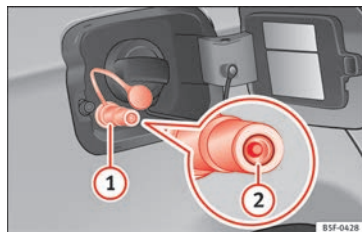

Fig. 173 Tampa do depósito aberta: bocal de enchimento de gás (1), retentor do bocal de enchimento (2).
- Destape o bocal de enchimento de gás» **Fig. 173 ①.**